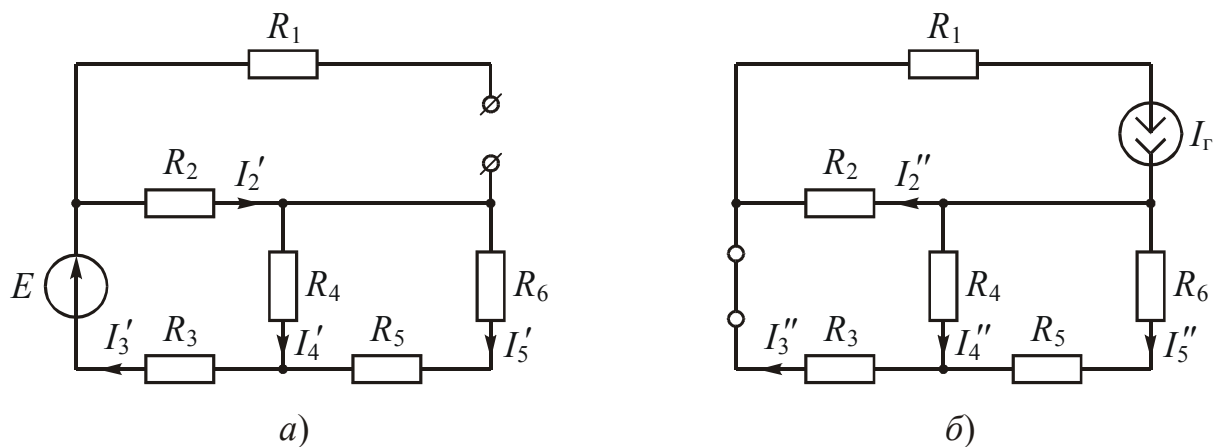

Рис. 3.3
3.2 Составляем первую частичную схему с источником E (рис. 3.3, а). Вместо источника тока I_{Γ} показан разрыв.
3.3. Составляем вторую частичную схему, схему с источником тока I_{Γ} (рис. 3.3, б). Вместо источника E показано короткое замыкание. На частичной схеме указываем токи и по аналогии с (3.2) записываем ток